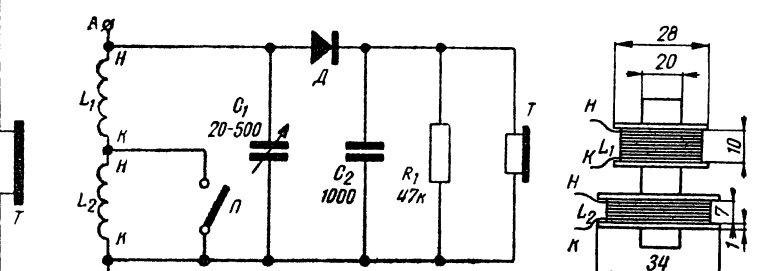

Рис. 7. «Всеговолновый» детекторный приемник
**«Всеговолновый» детекторный приемник.** Нетрудно построить приемник, способный принимать передачи радиостанций средневолнового и длинноволнового диапазона. Такую схему вы видите на рис. 7. Здесь катушка индуктивности состоит из двух последовательно соединенных катушек L1 и L2. Когда контакты переключателя П разомкнуты, работают обе катушки, и схема принимает станции длинноволнового диапазона. При замыкании контактов переключателя из схемы исключается катушка L2, и приемник работает в диапазоне средних волн. Плавная настройка на радиостанцию осуществляется вращением ручки переменного конденсатора.
Катушки наматывайте на каркасе диаметром 20 мм (рис. 7), проводом ПЭЛ или ПЭЛШО диаметром 0,15—0,25 мм. Катушка L1 состоит из 70 витков, L2 — из 200 витков. Щечки для катушек можно изготовить из миллиметрового текстолита, гетинакса или персшпана. Переключатель можно взять типа тумблер, электрический выключатель для осветительных лампочек или самодельный любой конструкции.